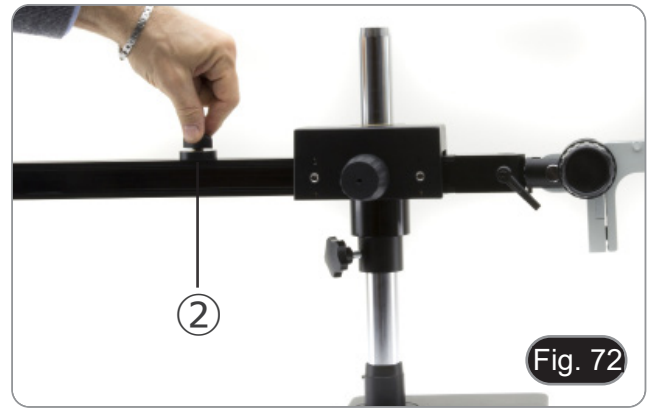

Fig. 71
2. El brazo puede ser extendido o acortado de acuerdo a las necesidades específica. (Fig. 71)